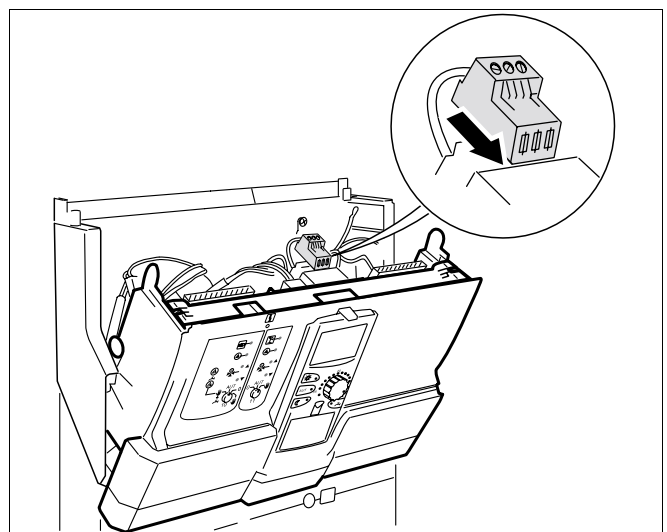

Fig. 9 Se realizează conexiunea la rețea (Logamatic 4111, 4112, 4116)
- Conectarea la rețea se face direct la modulul de rețea (fig. 9).